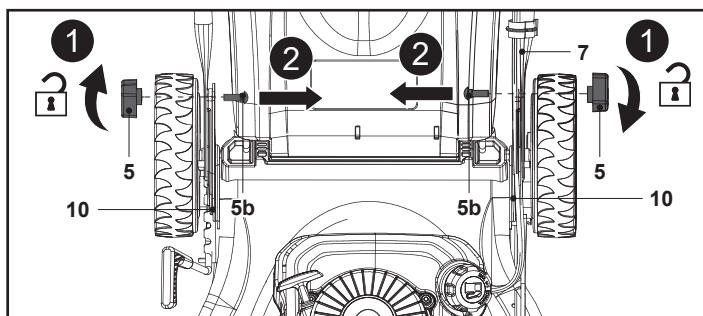

Fig. 10
1. Tenir le guidon (4, 7) en plaçant une main sur le guidon (1).
2. Dévisser les deux boutons de verrouillage (5) des supports de guidon (10) et du guidon inférieur (7) dans le sens antihoraire, puis retirer les boutons de verrouillage (5) et les boulons de fixation (5b) (Fig. 10, étapes 1, 2).
3. Choisir l'un des deux autres trous de montage sur les supports de guidon (10) pour assembler le guidon (4, 7). S'assurer que le guidon (4, 7) est monté à la même hauteur sur les deux supports de guidon (10).